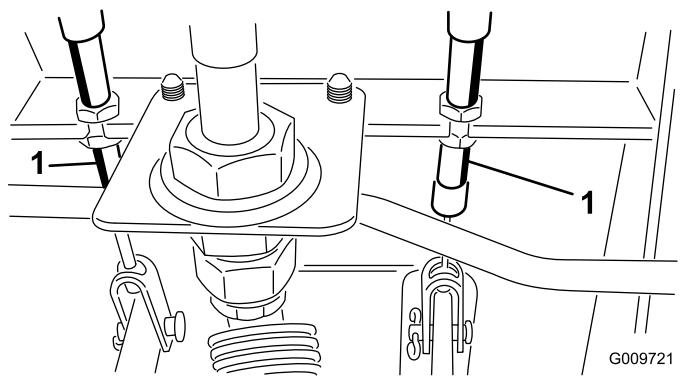

Рисунок 77
- A. Отпустите переднюю гайку на резьбовом конце троса тормоза (Рисунок 77).